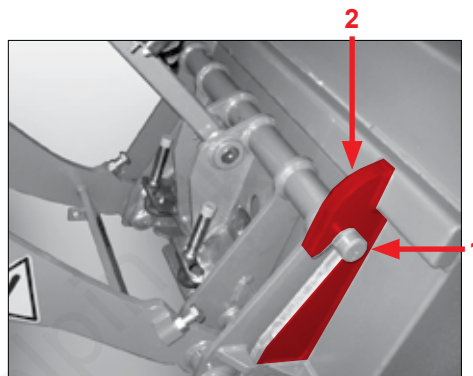

Fig. 48
1. Kør hen til redskab med læsseren (Fig. 48).
2. Anbring optagebolten pos. 1 under optagekrogen pos. 2.